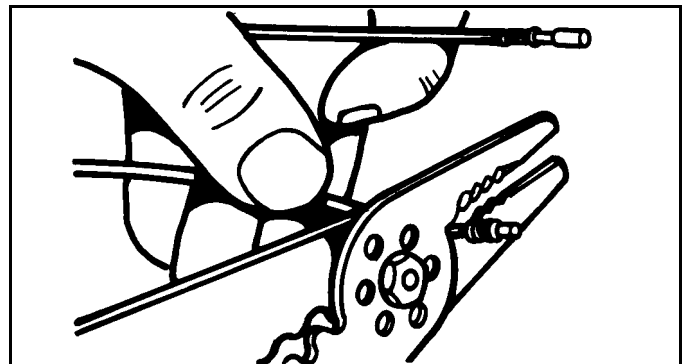

Abb. 3-17
2. Den Draht so nah wie nur möglich an dem alten Kontakt mit einer Elektro-Kombizange entfernen. (Siehe Abb. 3-17)